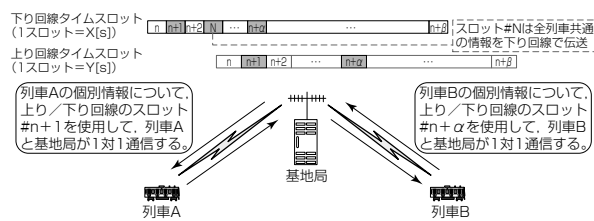

図2. ATACSの無線区間通信方式
- (1) 暗号を用いた、秘匿性の高い無線である。
- (2) 時分割多重方式を採用し、単一周波数で複数列車と基地局が通信可能。周波数を有効利用(図2)できる。